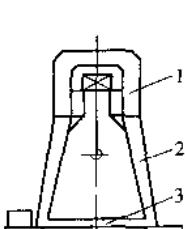

图 1-13 箱形结构双梁
(1) 箱形结构双梁门式起重机 箱形结构的门式起重机，其主梁一般为偏轨箱形梁，支腿多设上拱架，如图 1-13 所示，使支腿形成一个框架，便于吊运的物料通过。